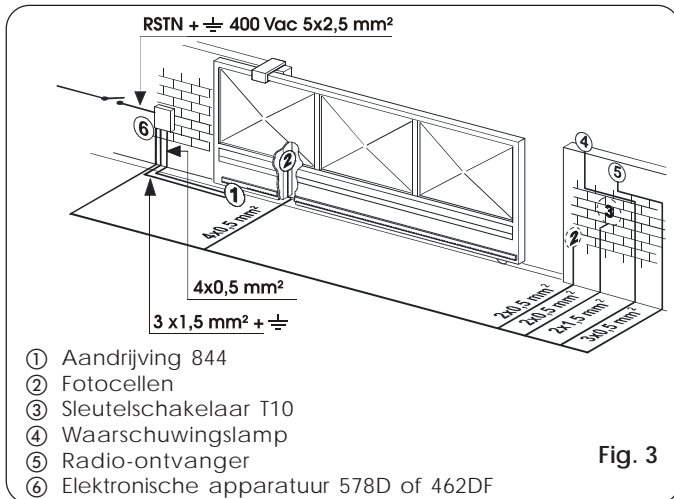

Fig. 3
- 4) Leg de elektriciteitskabels aan voor verbinding met de accessoires en voor de elektrische voeding, zoals op Fig. 3. Om de verbindingen gemakkelijk tot stand te kunnen brengen laat u de kabels ongeveer 40 cm uit de opening (Fig. 5-6 ref. 1) van de funderingsplaat steken.